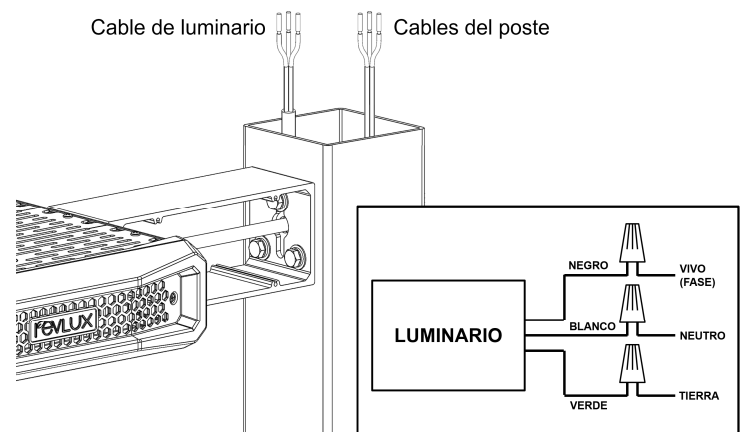

Figura 6
6. Pase el cable proveniente del luminario por el orificio central hacia el interior del poste y realice las conexiones por la parte superior del poste como se muestra en la **figura 6**. Utilice los conectores incluidos. Se recomienda utilizar cinta aislante una vez colocados los conectores para asegurar que estos no se desprendan de los cables.